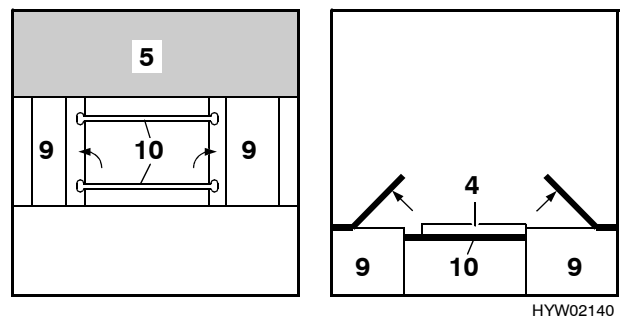

Bild 85 Während des Umbaus
- Beide Bettkastenklappen anheben und die beiden Bettstangen (Bild 85,10) quer zwischen die beiden Bettkästen in die jeweiligen Nuten einlegen. Bettkastenklappen schließen.
- Tischplatte (Bild 85,4) auf die beiden Bettstangen legen.